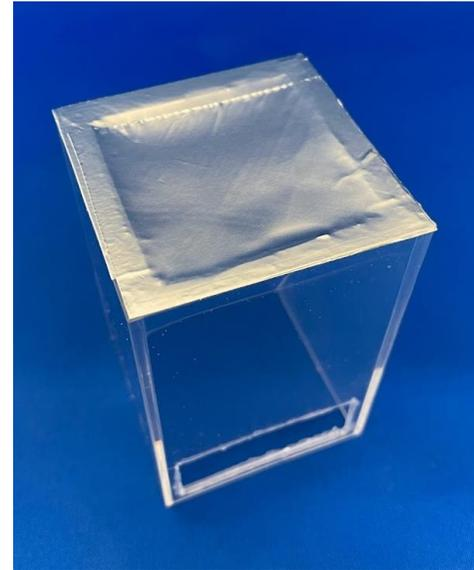

図10 アルミテープを貼った観察槽
- ④くり抜いた底面に、外側から穴を塞ぐようにアルミテープを貼る。アルミテープとプラスチック容器の間に隙間がないように、しっかりと接着させる（図10）。